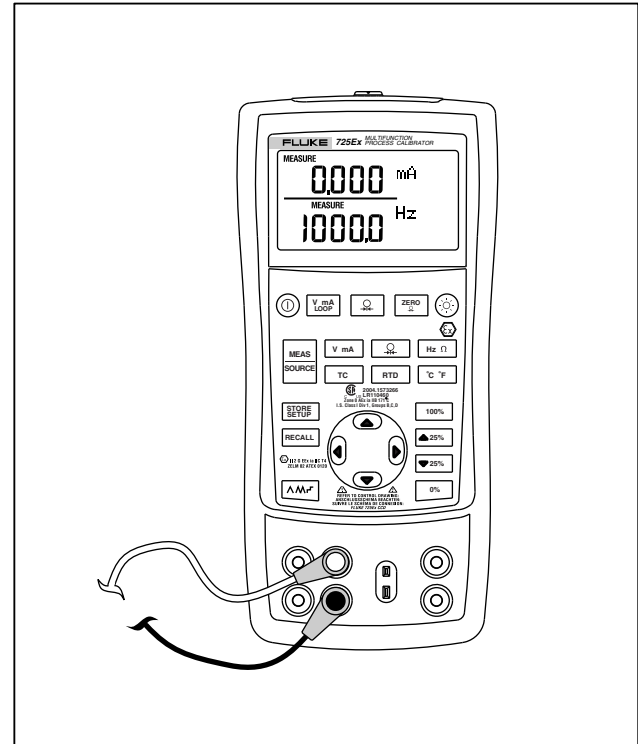

Рисунок 9. Измерение электрических параметров
1. Подключите Калибратор, как показано на рис. 9.